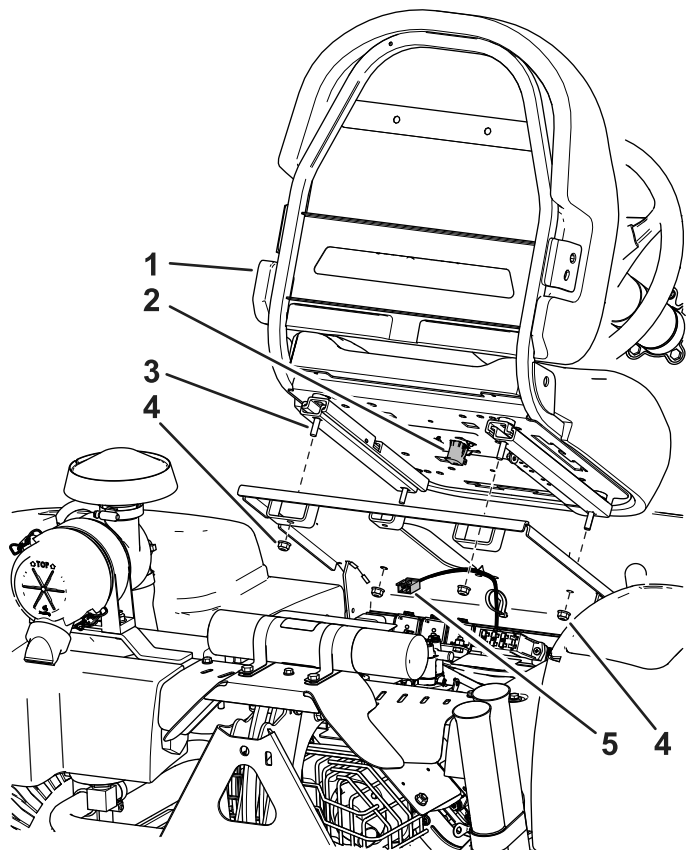

Bild 4
3. Befestigen Sie den Sitz mit den vier zuvor entfernten Muttern am Sitzunterteil; siehe Bild 4.
4. Suchen Sie den Kabelbaum der Maschine und schließen Sie ihn am Sitzschalter an (Bild 4).